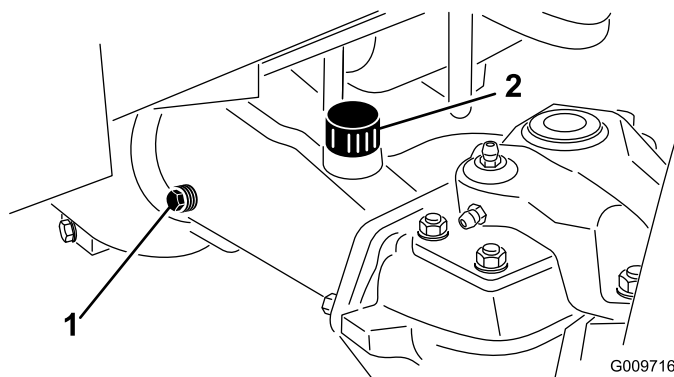

Figure 65
2. Enlevez un bouchon de contrôle à une extrémité du pont arrière (Figure 65) et vérifiez que le lubrifiant atteint la base de l'orifice. Si le niveau est bas, enlevez le bouchon de remplissage (Figure 65) et ajoutez suffisamment de lubrifiant pour rectifier le niveau.